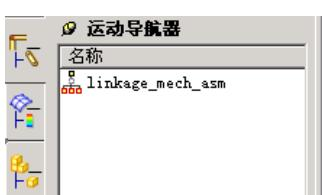

图 2.2.1 “运动导航器”界面
- 进入运动仿真模块后，系统左侧将显示图 2.2.1 所示的“运动导航器”界面，“运动导航器”是运动仿真模块中的重要工具，很多操作都可以在该界面中完成。